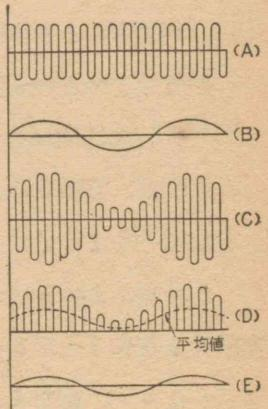

図 36 検波のわけ
鉱石検波器に、交流の電圧を加えると、ある方向には電流がよく流れるが、その反対の方向には電流がほとんど流れないと性質をもっている。いま、放送局から伝わってくる変調された電波によってアンテナに流れれる振動電流を図 36 (C) とする。この (C) は放送局でつくる (A) のような振動電流
* 私たちの科学 15 の (10) および (17) をみなさい。
を (B) のような音声電流で変調されたものと等しい。また電波もこの (C) の形に等しいのである。さて、アンテナに鉱石検波器をつなぐと、(C) の電流は一つの方向にはよく流れ、他の方向にはほとんど流れないのであるから、図 36(D) のような形となる。(D) のような電流が受話器を流れると、受話器の振動板は高い周波数では振動できないが、その平均の値に相当した低い周波数で振動することになる。それゆえ、図 36 (D) の平均値 (E) で受話器の振動板が振動すると考えられる。この (E) は (B) の波形と等しいから、受話器は変調するときの音を再び出すことになる。図 36 (C) の電流から (D) のような電流をつくることを検波といふ。